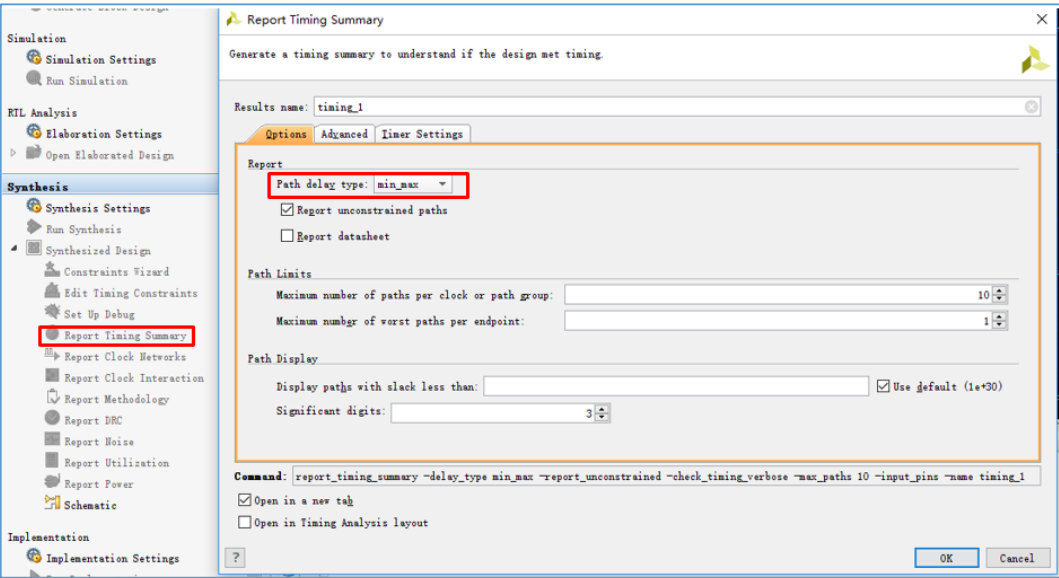

图 4.53 时序分析
1. 完成时序约束之后，利用 Vivado 提供的时序分析手段进行分析，即使用 Report Timing Summary 进行分析。如图 4.53 所示，在 Flow Navigator 中选择 Synthesized Design->Report Timing Summary。并将 Options 标签里将 Path delay type 设置成 min_max。